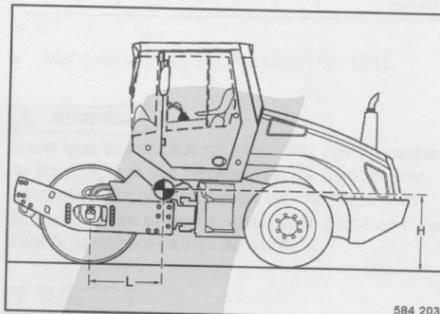

fig. 117
- Position du centre de gravité (fig. 117).